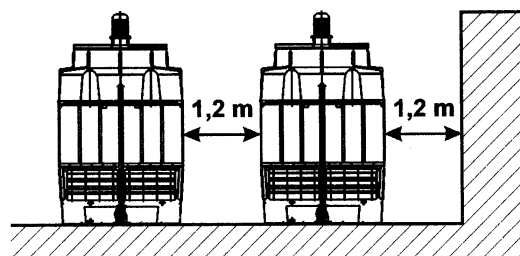

Fig. 16
c) Due to reasons of operation and maintenance, a distance of, at least, 1,2 metres must be kept between the condenser and the nearby walls or between two condensers (figure 16).
c) Pour des questions de fonctionnement et d'entretien, on doit garder, au minimum, une distance de 1,2 mètres entre le condenseur et les murs autour ou entre les condenseurs eux-mêmes (figure 16).